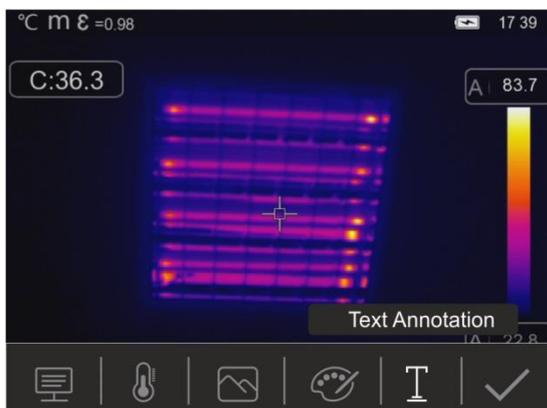

Fig. 45: Inserir anotação de texto na imagem
- Modo **Histograma (HG)** → os níveis de temperatura mínimo e máximo do objeto enquadrado no dispositivo são sempre definidos automaticamente, como no modo Auto, pelo instrumento, mas neste caso as áreas da imagem em que os valores de temperatura são muito diferentes são destacadas das áreas adjacentes. A relação entre a temperatura e a cor da paleta é não linear com base num algoritmo de histograma. Este modo enfatiza a exibição da imagem em ambientes de trabalho muito escuros
1. Clique em ou no símbolo "AUTO" na parte inferior direita do ecrã. As imagens na Fig. 45 mostram as seleções dos modos "AUTO" e "HG"